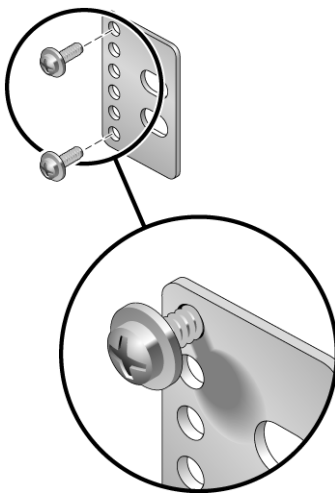

图 4-11 将螺丝安装在后板上的最佳机架位置
- a. 将 $M3 \times 8$ SEM 螺丝 (每个后板使用两颗) 松松地安装在后板上六个眼孔中的一个 (图 4-11)。
此位置会因机架上导轨的厚度而有所不同。例如, 图 4-11 显示了在后板上安装螺丝的最佳机架位置。